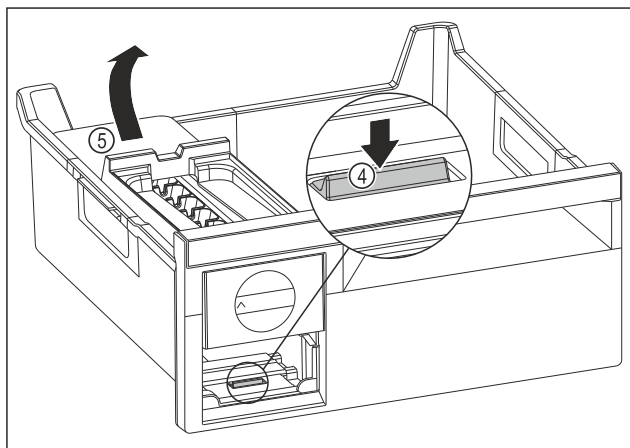

Fig. 78
- ▶ Vyjmutí korpusu EasyTwist-Ice: Lamelu Fig. 78 (4) zatlačte prstem směrem dolů a zároveň nadzvedněte druhou rukou korpus EasyTwist-Ice Fig. 78 (5) zezadu.